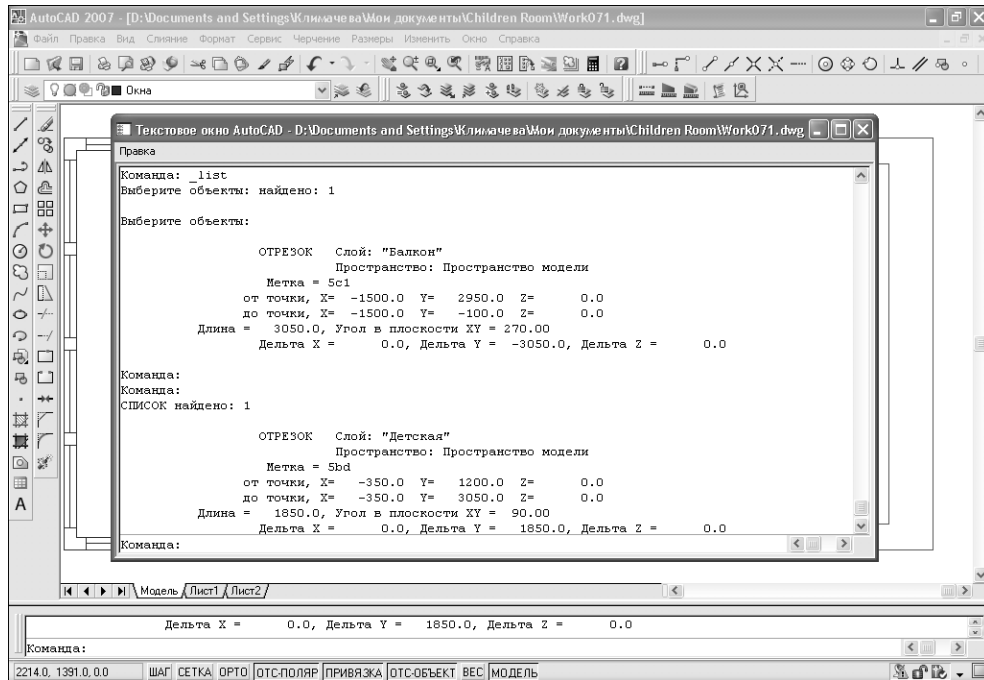

Рис. 7.18 ▼ В текстовом окне отображается та же информация, что и в командном окне
- Еще раз запустите инструмент **Список** (List) (например, введите в командном окне **сп** (LI)).
- В этот раз в ответ на приглашение выбрать объекты щелкните на одной из линий контуров балкона и стен детской, а затем нажмите **Enter**. На экране снова появится текстовое окно AutoCAD с информацией о выбранных объектах (рис. 7.18).